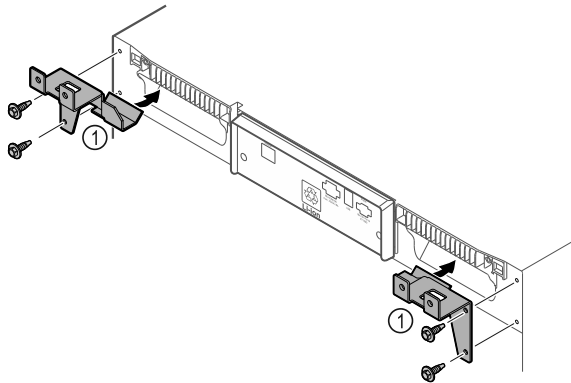

Fig. 10
- ▶ Halteteile Fig. 10 (1) mit beiliegenden Schrauben am Gerät montieren.